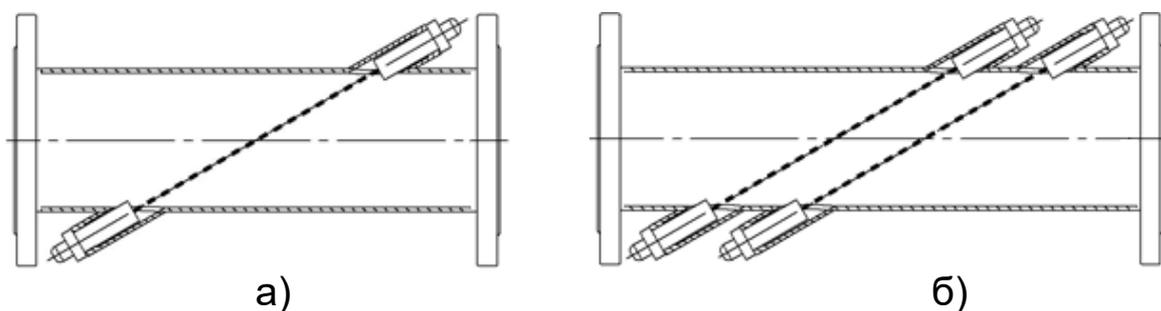

Рисунок 1. а) Прямая труба с однолучевым зондированием
– исполнение **П** - «прямая труба» - зондирование потока в диаметральной или хордовом сечении ППР (рисунок 1а, б). Стандартное фланцевое или приварное присоединение к трубопроводу. Применяется в однолучевых и двухлучевых расходомерах.